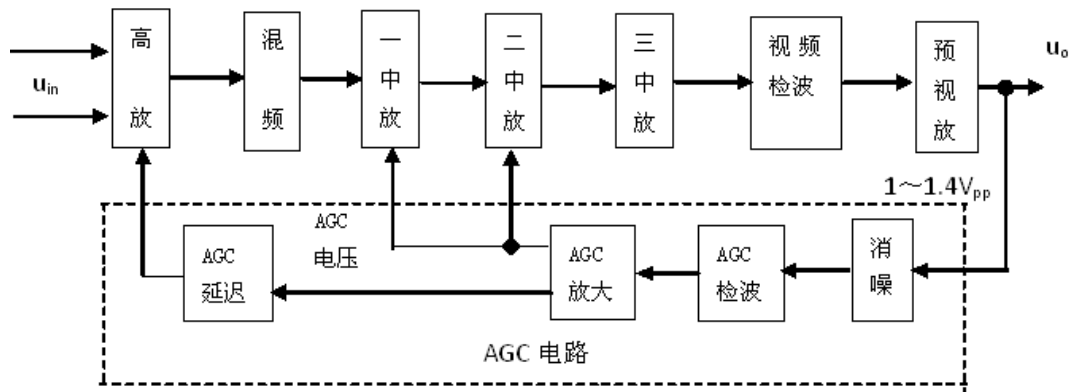

图 p8-1 (a) 电视接收机 AGC 系统框图
例 8-1 图 p8-1 (a) 是具有 AGC 功能的电视接收机功能框图, 试问: (1) 电视机中为什么要加入 AGC 电路, 并分析其工作原理? (2) 若  $u_{in}$  小于  $50\mu V$  时, AGC 不起作用,
图 p8-1 (b) 为根据题意画出的  $AGC$  特性。由图可见，当天线输入的信号  $u_{in}$  小于  $50\mu V$  时， $AGC$  不起作用，中放和高放增益都很高，输出信号与输入信号呈线性关系，此时总增益为  $86dB$ ，即中放增益  $66dB$ ，高放增益  $20dB$ ，当  $u_{in} \approx 50\mu V$  时，中放  $AGC$  起控， $u_{in} = 5mV$  时，中放增益下降到  $26dB$ ，也即输入信号加大了  $40dB$ ，中放增益下降了  $40dB$ ，维持输出电压  $u_o$  平稳。输入  $u_{in}$  进一步加大时，中放增益维持不变，高放  $AGC$  开始起控， $u_{in}$  由  $5mV$  增加到  $50mV$  时，高放增益下降到  $0dB$ ， $u_o$  维持平稳，随着输入信号幅度加大（大于  $50mV$ ）， $AGC$  失去控制作用，输出信号  $u_o$  又是输入信号  $u_{in}$  的线性函数。所以  $AGC$  控制范围为  $50mV/50\mu V=1000$  倍，即  $60dB$ 。